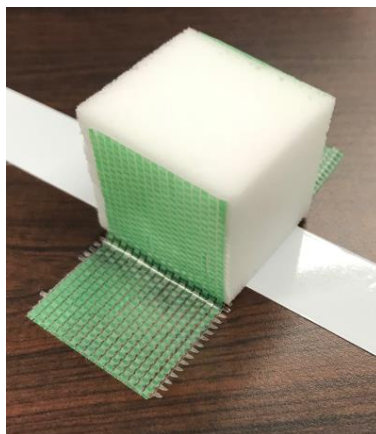

図8 妨害スポンジ
- 2) 図8に示すように、スポンジに対して、周囲20mm程度、固定用養生テープが占有する形となる。